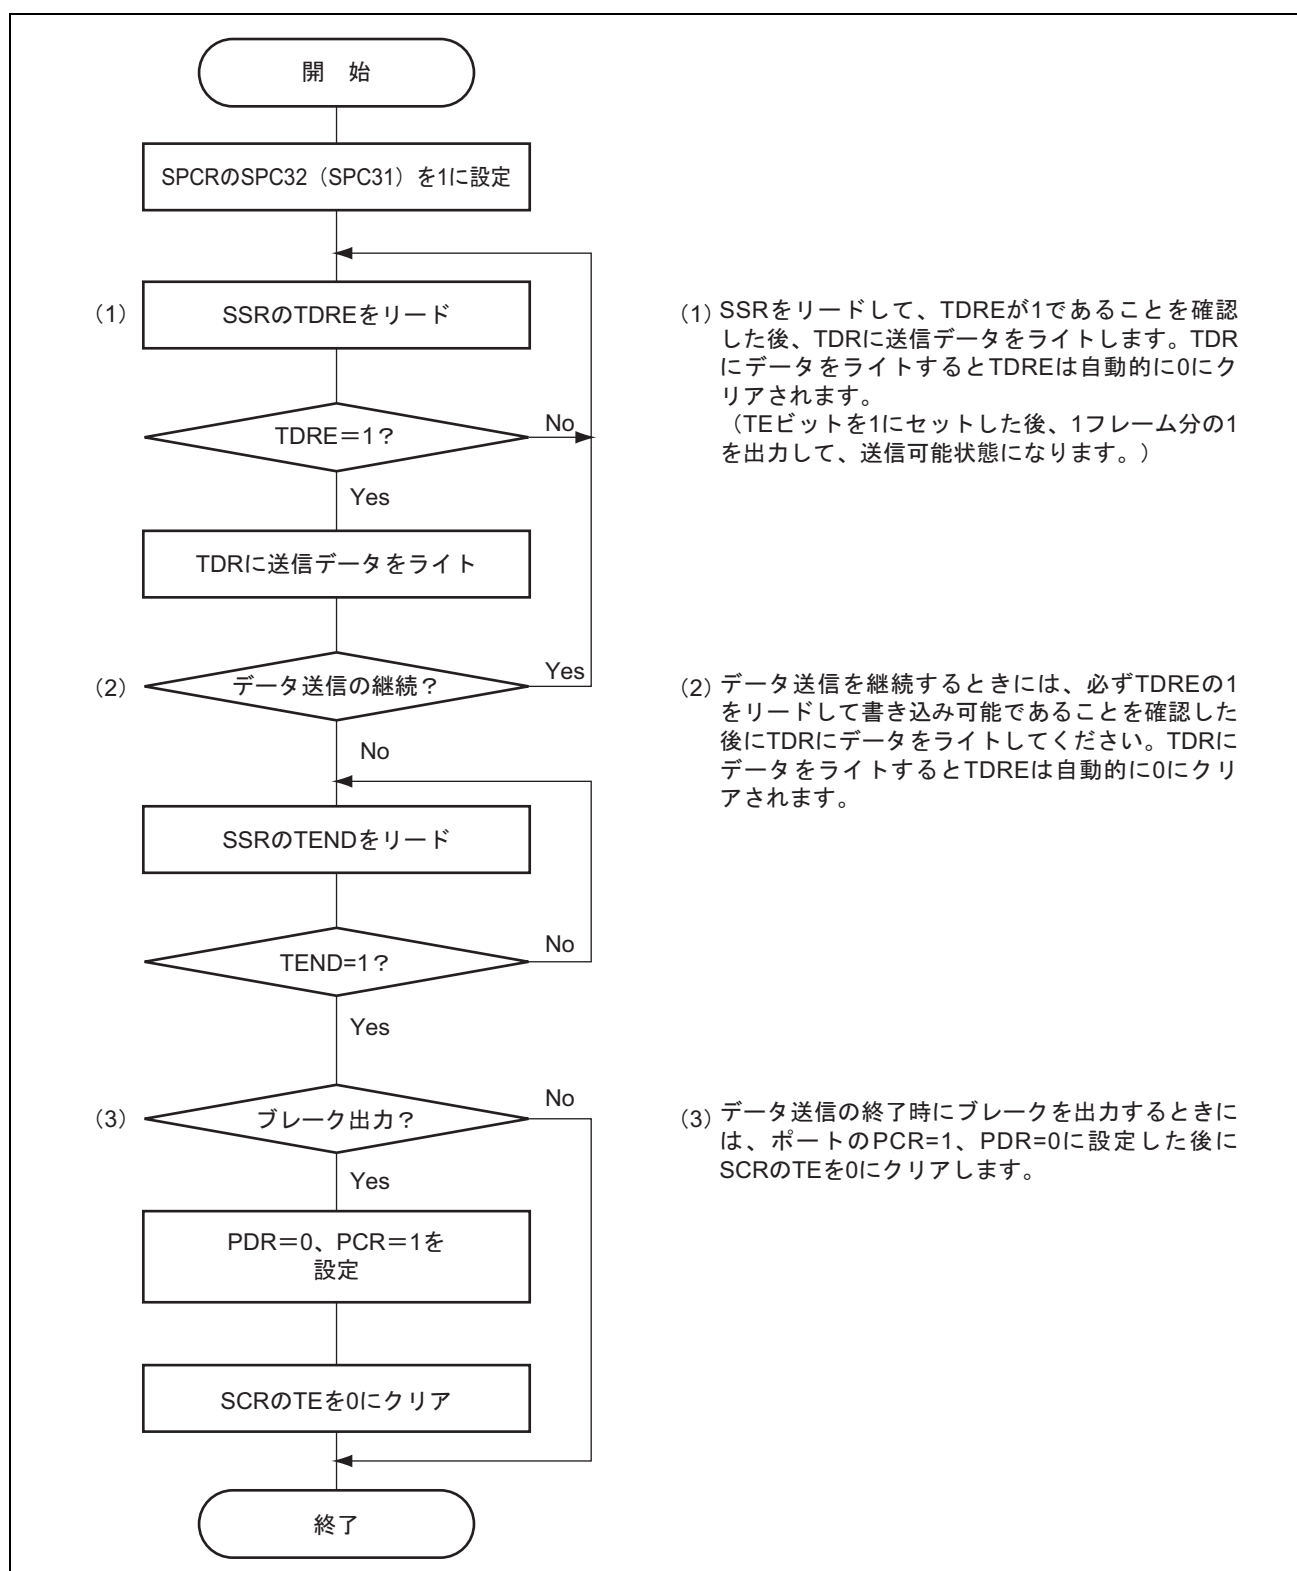

図 15.6 データ送信のフローチャートの例 (調歩同期式モード)
6. 図15.6にデータ送信を行うためのフローチャートの例を示します。